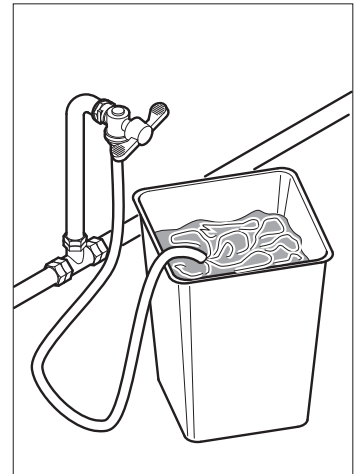

Fig. 6.4
- avant d'effectuer le branchement hydraulique, purger la canalisation pour éliminer d'éventuelles traces d'impureté et ceci à l'aide du seau (figure 6.4).